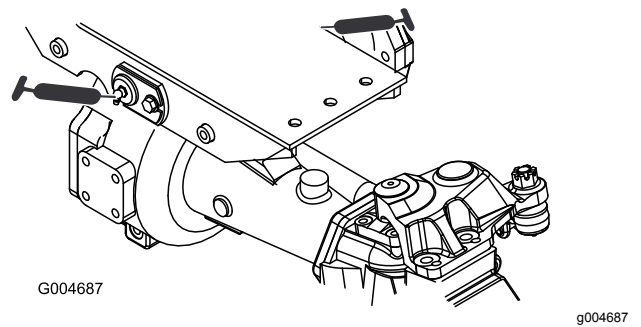

Bild 76
- Zwei Drehbüchsen an der Vorder- und Hinterachse (Bild 76)